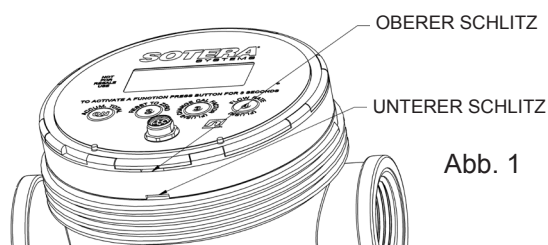

Abb. 1
2. Einen breiten Flachklingenschraubendreher in den oberen Schlitz einsetzen und das Elektronikmodul behutsam nach oben drücken (siehe Abb. 1).